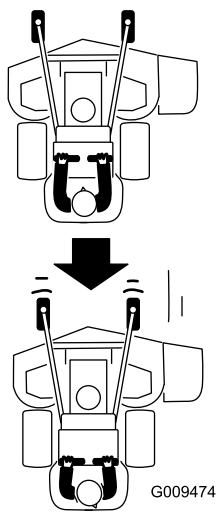

図 22
2. 走行コントロールレバーをゆっくりと後ろに倒す（図 22）。